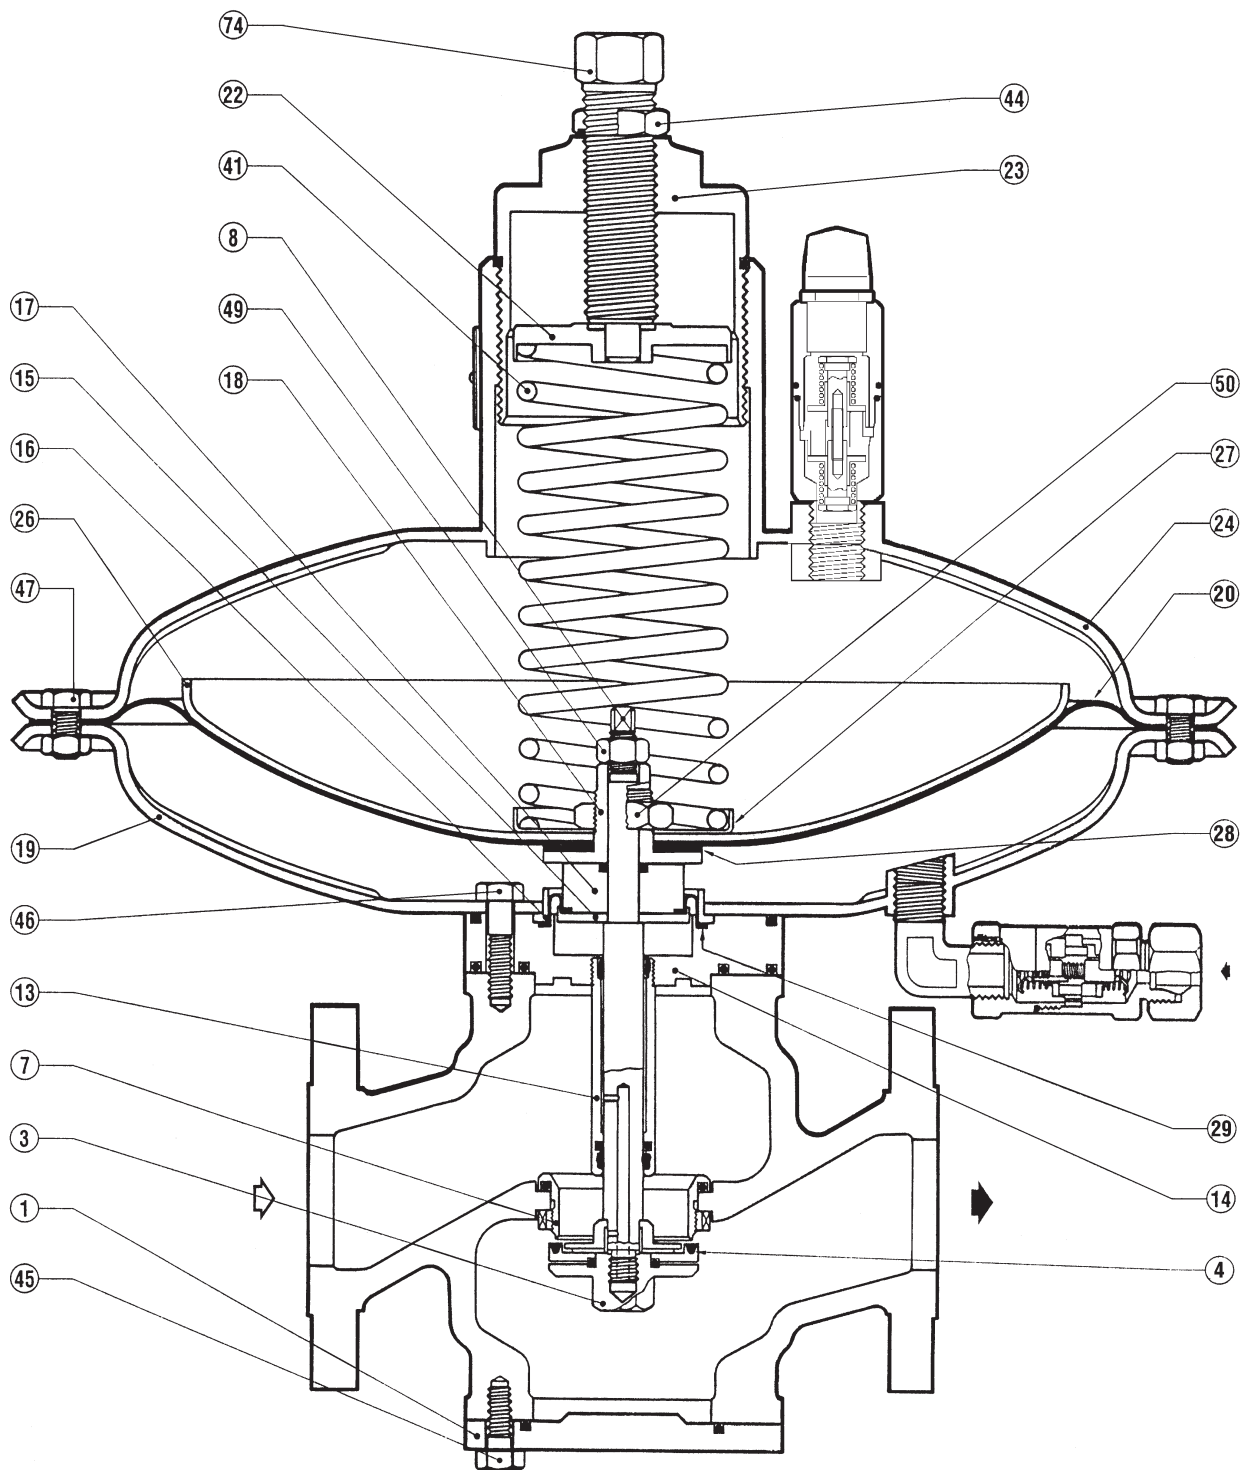

Fig. 17
### **6.1 TAB. 9 REGOLATORE (FIG. 17)**
**6.1 TAB. 9 REGOLATORE (FIG. 17)**
(Le posizioni si riferiscono alla fig. 17)